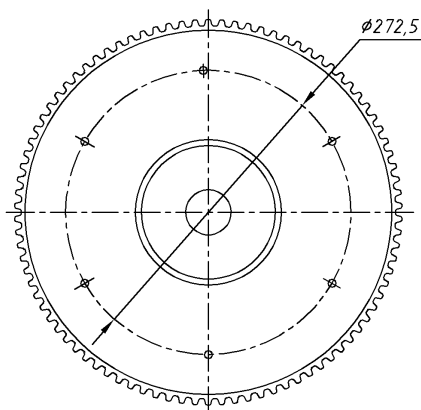

Рис.2 Схема расположения крепёжных отверстий на маховике.
4.2.1. Определить координаты 6-ти крепёжных отверстий М8 на маховике (рис.2), они должны совпадать с координатами отверстий на нажимном диске.